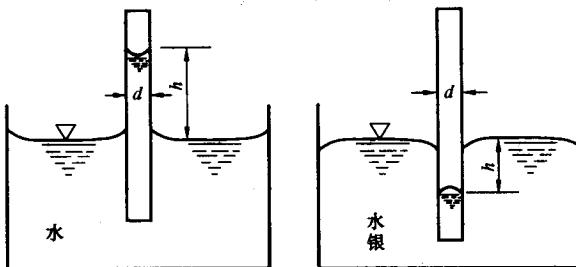

图 1-2
表面张力是由于液体分子内聚力作用，使液体形成一个受力均匀、类似薄膜似的表面，这个表面能够承受极其微小的拉力，这种存在于液体表面的拉力称为表面张力。由于表面张力很小，一般对液体的宏观机械运动不起作用，只有在特殊情况下的微小水滴、地下渗流等情况才显示其影响。如图 1-2 所示，将一根细管插入盛液体的容器中，管中与容器中的液面不在同一水平面上，这种现象称毛细现象。这是因为将两端开口的管子插入液体时，液体的附着力使管内自由液面向上弯曲成凹面，造成液面表面积扩大，但表面张力作用的结果使表面积尽量缩小，使中间液面向上翻起而形成平面，同时附着力的作用又使液面向下弯曲形成新的凹面。如此不断进行，直至上升液柱的重量与表面张力的竖直分力平衡为止。内径小到足以发生这种显著变化的管子称为毛细管。
11. 如图 1-2 所示，两端开口的玻璃管，直径为  $1cm$ ，插入一装有常温水的容器中，试计算测压管的水高出容器水面的高度。